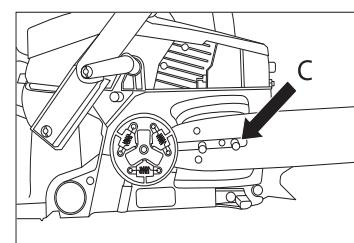

Рис. 6
4. Установете шина така че прорез на шината да съвпада с двата болта (C) (рис. 6).